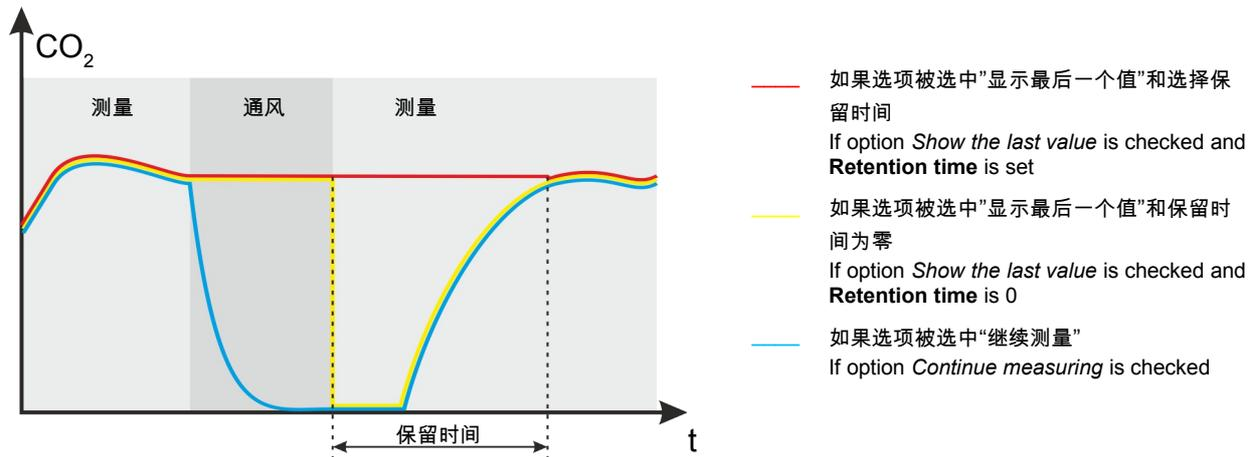

图 96. 该图形显示在连续测量周期不同的选项阶段的模拟输出信号电平。
如果按一下“开始输出测试 5V 或 10”按钮,5V 电压就出现在输出上. 这可以用来检查设备是否连接到从显示器的信号作出反应的输出. 再次按下按钮，结束测试. U1 的输出电压设置的一个例子可以在图 96 里可以看出. 输出已分配到的二氧化碳浓度测量。最大输出电压的设置为 10V。在滑块的帮助下,10%的二氧化碳浓度已分配到的最小输出电压和 30%的二氧化碳浓度 已分配到 最大输出电压。这意味着，除非二氧化碳浓度超过 10%的输出电压,将等于 0V. 如果二氧化碳浓度增加 10%以上，输出电压也上升，直到二氧化碳浓度达到 30 %的值。如果浓度值的增加更多,输出电压保持在最高水平。其他的电压输出的设置相同。
- “锁存最后测量值” - 特定的输出信号已锁存, 最后一个参值的显示, 在此阶段开始前, 按输出按钮. 如果此选项选定是在“在通风期”框架里, “保留时间”可以额外设置. 此设置规定最后的测量值在通风过程完成后, 在模拟输上显示多久. 因为通风直接结束, (在一个新的气样到达传感器前) 气体系统已充满了惰性气体, 两个传感器读数和模拟输出信号是指惰性气体的浓度. 为了排除输出信号突然下降, 通风阶段后, 应设置适当的保留时间(图 96.).